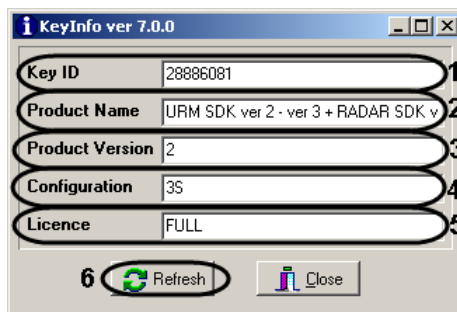

Fig. 12.1—3 Information in the KeyInfo.exe utility window
2. The product name in the «Product Name» field (Fig. 12.1—3, 2).
3. The key version in the «Product Version» field (Fig. 12.1—3, 3).
4. The key configuration in the «Configuration» field (Fig. 12.1—3, 4).